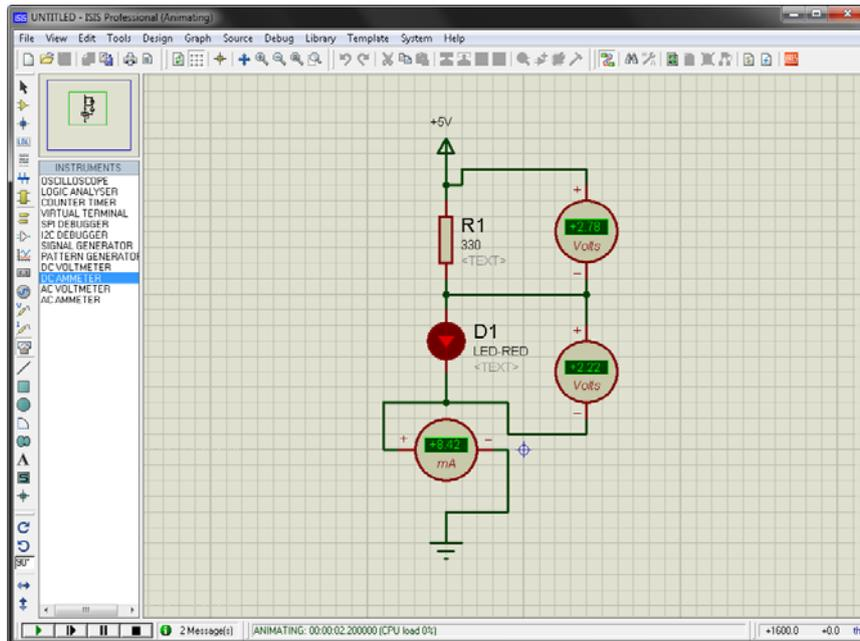

Рис. 1.14. Запущенная симуляция
8. Запустим симуляцию нажатием F12 на клавиатуре, либо кнопкой Play в левом нижнем углу экрана (рис.1.14).